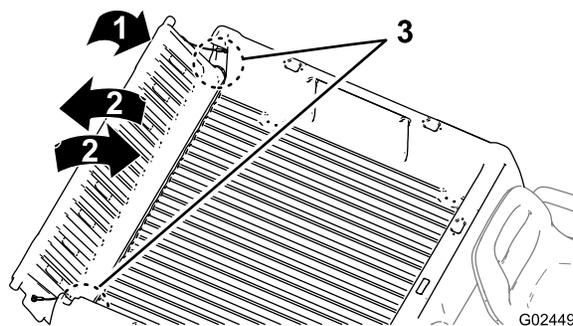

**Рисунок 15**
2. Поднимите захваты на задней панели откидного борта (Рисунок 15).
6. Поверните откидной борт вверх и вперед так, чтобы фиксирующие фланцы откидного борта были заподлицо с его гнездом в грузовом кузове (Рисунок 15).
7. Опустите откидной борт до его посадки в задней части грузового кузова (Рисунок 15).